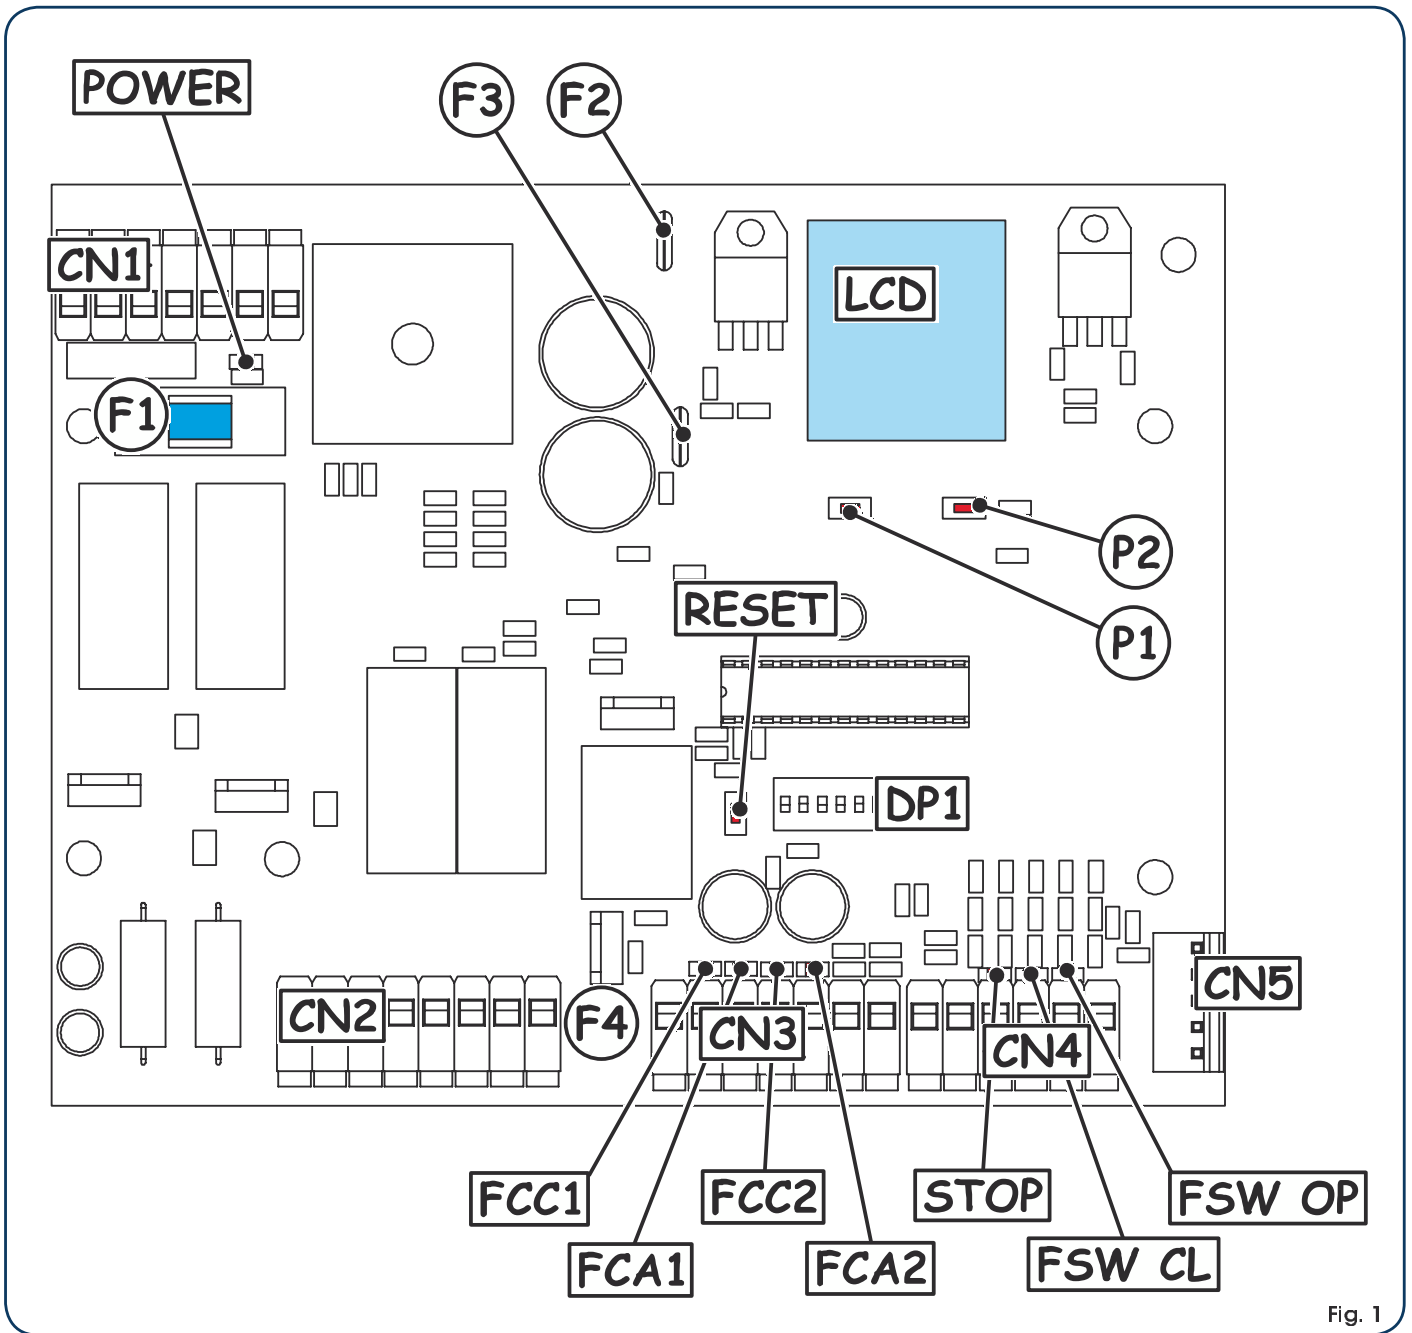

Fig. 1
4. SCHÉMA DE LA CARTE (Fig. 1)	page.23